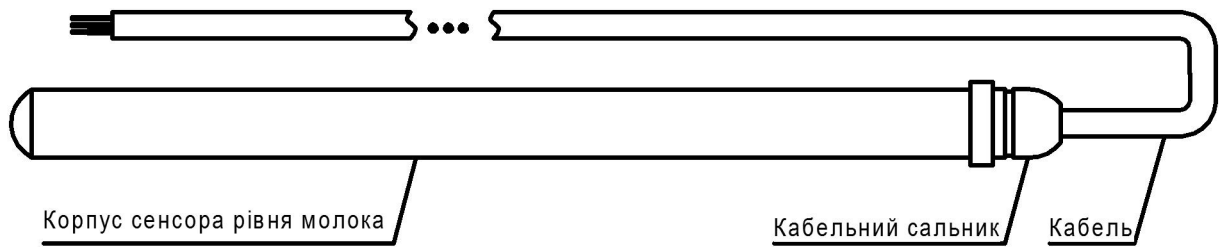

Рисунок 1 - Зовнішній вигляд сенсора рівня молока
1. Пристрій виготовлений ТОВ «АГРО-ПРОМСЕРВІС» та реалізований на основі сучасної елементної бази провідних світових виробників. Зовнішній вигляд сенсора рівня молока наведений на рис. 1, зовнішній вигляд друкованої плати сенсора рівня молока наведений на рис. 2, схема електрична принципова сенсора рівня молока наведена на рис. 3.
2. Сенсор рівня молока (рис. 1) являє собою захищену корпусом з нержавіючої сталі друковану плату (рис. 2), на якій встановлено магнітоактивні елементи (геркони). Друкована плата знаходиться в спеціальній плівці, яка забезпечує електричну ізоляцію складових елементів сенсора рівня молока. Для запобігання корозії корпус сенсора наповнюється трансформаторним маслом.